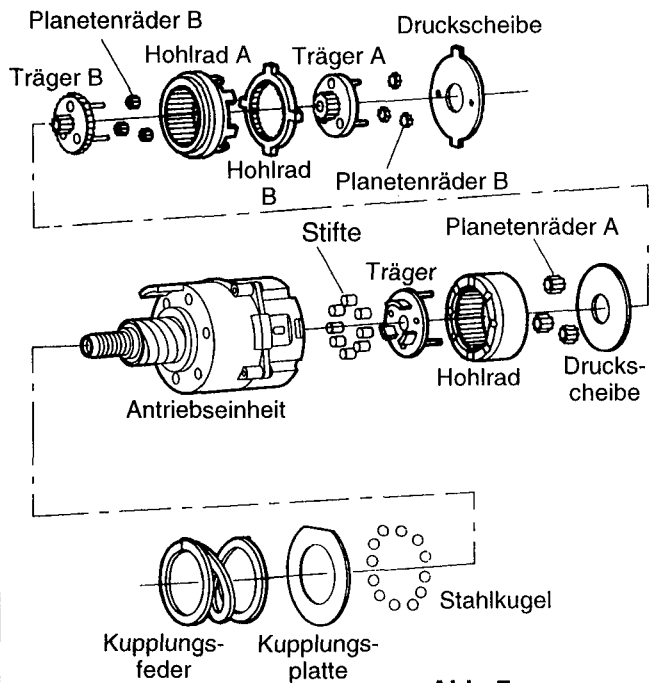

Abb. 7
2. Die Innenteile der Schaltgetriebeeinheit können nacheinander einzeln entfernt werden. (Siehe Abbildung 7)
5. Setzen Sie die übrigen Teile in umgekehrter Reihenfolge als in Abb. 7 dargestellt ein.